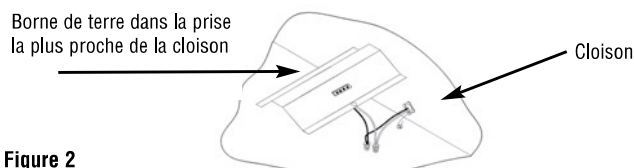
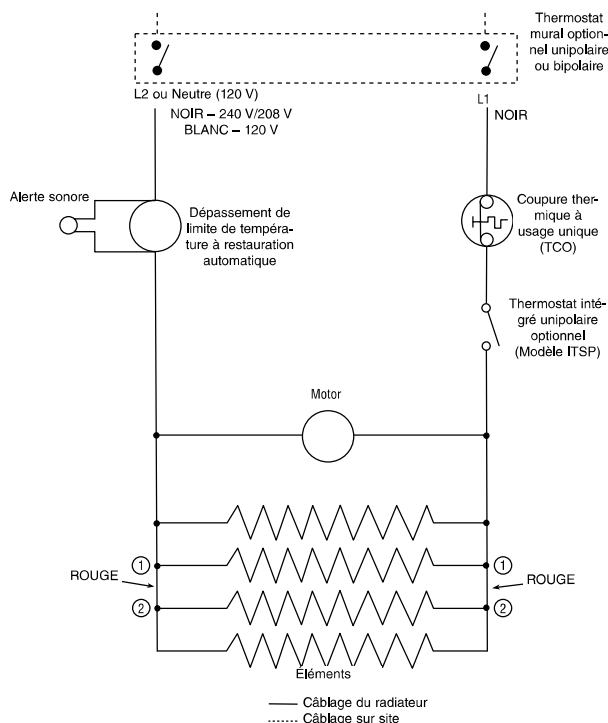

Figure 2
Figure 3
1. Amenez le câble d'alimentation secteur au travers de la pastille à enfoncer voulue, en laissant 6" (152 mm) de fils dépasser dans l'enceinte, comme c'est montré en Figure 2.
3. Pour le modèle I1500, branchez le fil d'alimentation secteur blanc (correspondant au Neutre) sur le fil de prise blanc, et le noir (Phase) sur le fil de prise noir, comme c'est montré en Figure 2 (Consultez aussi le schéma de câblage de la Figure 3). Pour le modèle I1504 branchez les deux fils d'alimentation noirs sur les deux fils noirs du réceptacle (Consultez le schéma de câblage de la Figure 3).
4. Installez le couvercle de boîtier de raccordement comme c'est montré en Figure 2.
La puissance du radiateur peut être réduite de 1500 à 750 W en enlevant deux (2) cavaliers rouges (Figure 3).